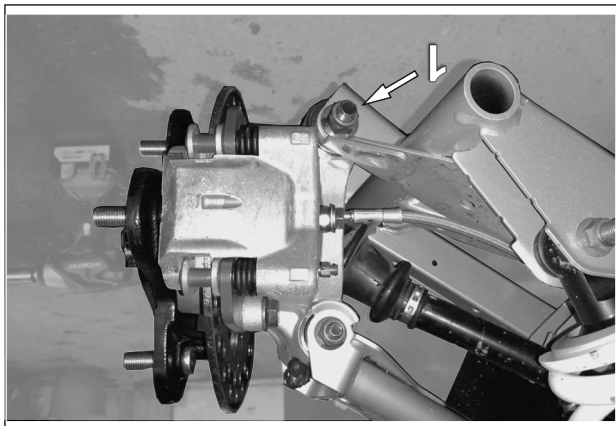

Fig. 6
5. Retirer le boulon de fixation (1) du bras de suspension inférieur au moyeu de roue. Un nouveau boulon M12-1,75x180mm, fourni dans l'ensemble d'installation, sera utilisé pour relier l'ancrage anti-rotation, le bras de suspension inférieur et le moyeu de roue. Voir la Fig. 6